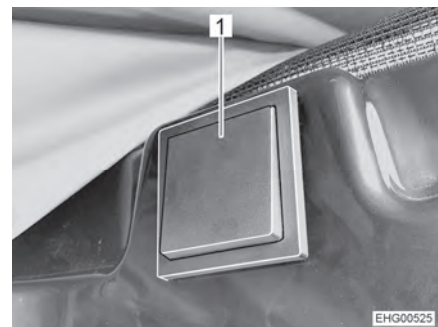

Bild 56 Taster für elektrische Entriegelung
Der Taster für die elektrische Entriegelung (Bild 56) ist auf der rechten Seite im Bereich über der Schiebetür angebracht.
- Taster (Bild 56,1) mindestens 2 Sekunden lang drücken.